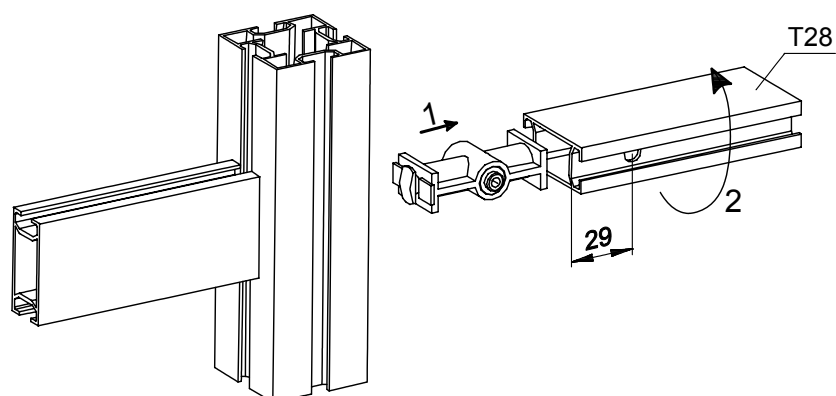

Рис. 3.2 Соединение профилей системы OPTIMA. Облегченный вариант
3.2 Облегченный вариант (рис.3.2)